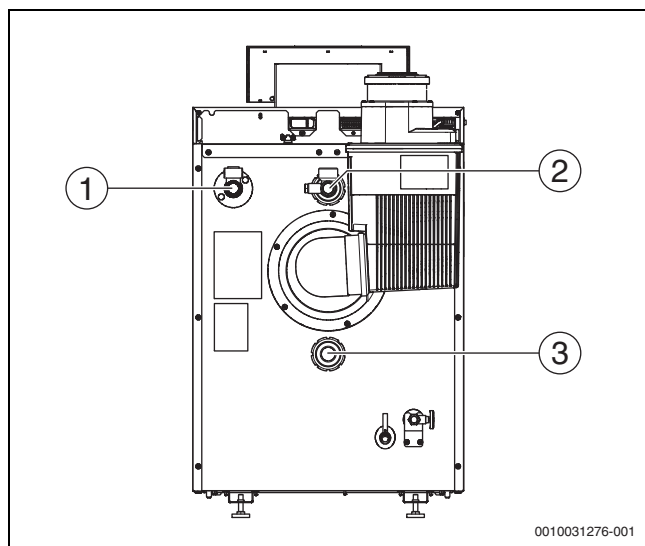
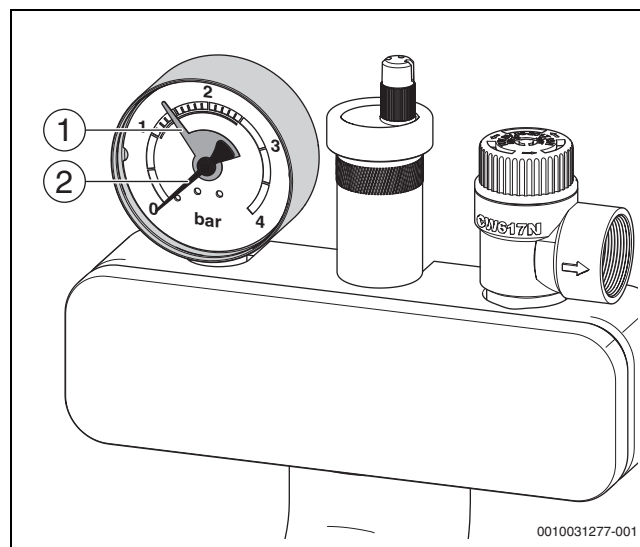

Bild 25 Vorlauf (VK) und Rücklauf (RK) montieren
Bild 26 Manometer
- Roten Zeiger (→ Bild 26) des Manometers auf den erforderlichen Mindestdruck von 1 bar einstellen.
- Heizungsanlage über den bauseitigen Füllhahn (→ Bild 25) langsam befüllen. Dabei Druckanzeige des Manometers (→ Bild 26) beachten.